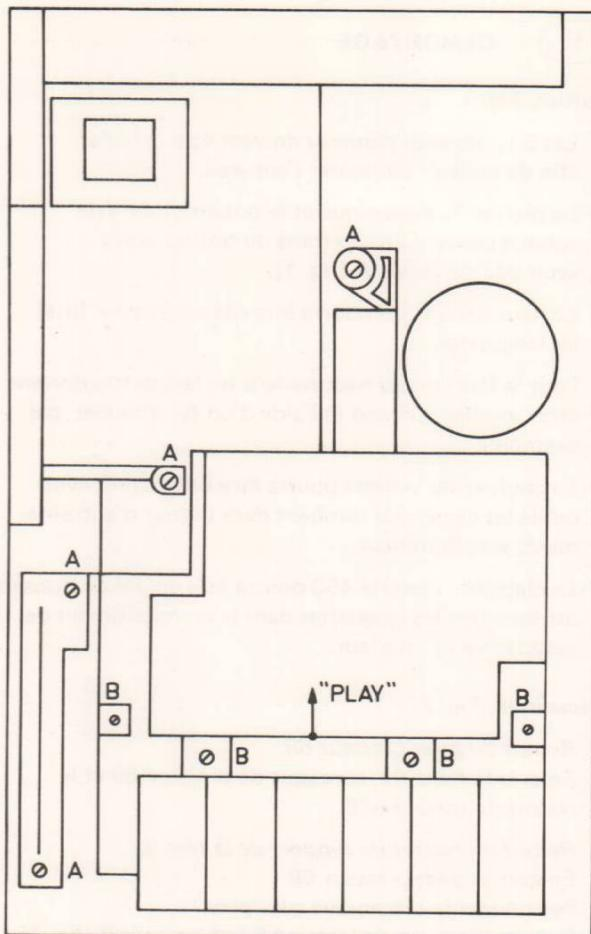

Fig. 1
Gehäuse, Abb. 1
- b. Nachdem die Schrauben A (Fig. 1) entfernt worden sind, kann die Printplatte, das Mechanismus und der Lautstärkeregler aus dem Gehäuse entnommen werden.
Zugfeder 54 und die vier Schrauben B (Fig. 1) entfernen.